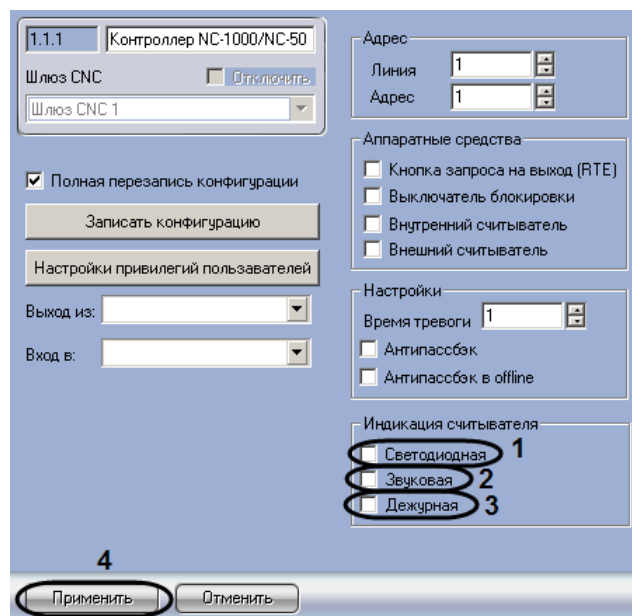

Рис. 3.4—5 Настройка индикации считывателей, подключенных к контроллеру
1. Перейти на панель настроек объекта **Контроллер NC-1000/NC-5000**, соответствующего требуемому контроллеру (Рис. 3.4—5).
2. Для включения светодиодной индикации считывателей установить флажок **Светодиодная** (см. Рис. 3.4—5, 1).
3. Для включения звуковой индикации считывателей установить флажок **Звуковая** (см. Рис. 3.4—5, 2).